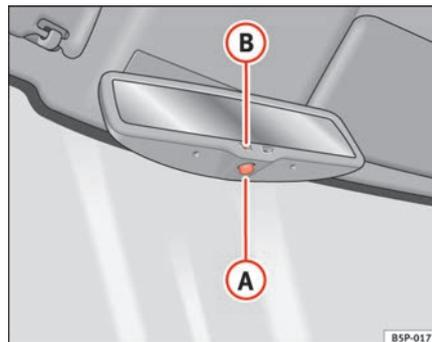

Abb. 86 Automatisch abblendbarer Innenspiegel
- Drücken Sie die Taste **A** ⇒ Seite 126, Abb. 86. Die Kontrollleuchte **B** erlischt.
- Drücken Sie die Taste **A** ⇒ Seite 126, Abb. 86. Die Kontrollleuchte leuchtet auf.